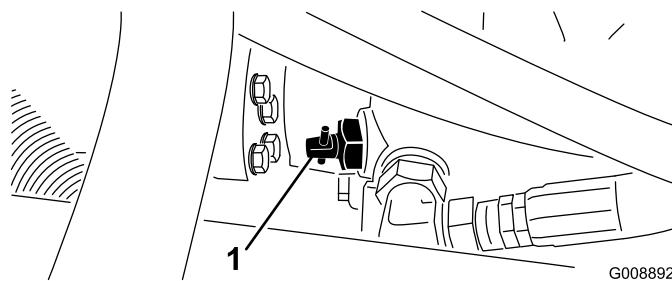

Figura 42
1. Girate la valvola di bypass, sulla pompa (Figura 42) a 90°.